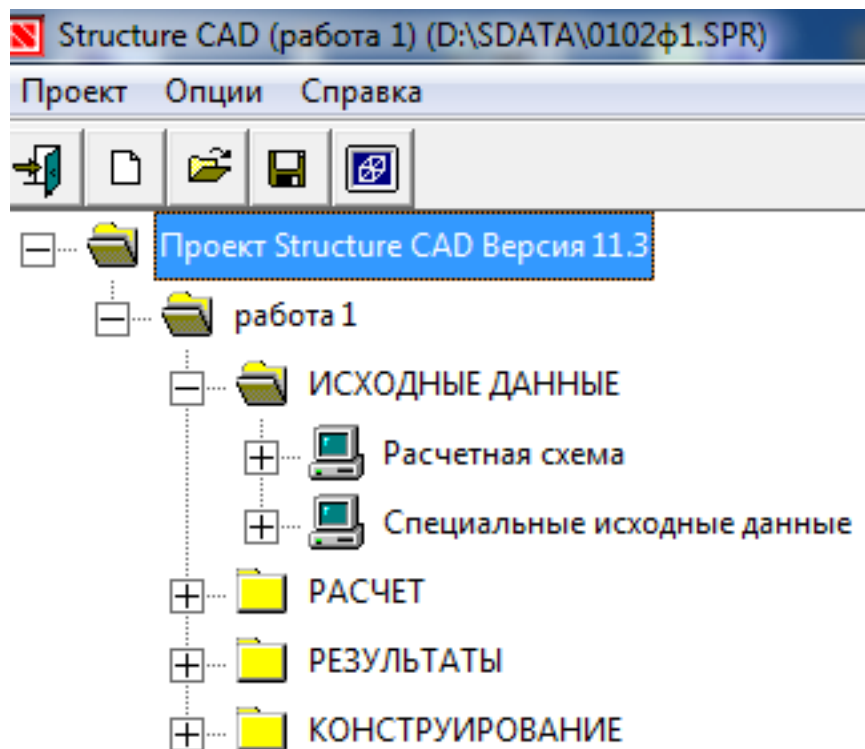
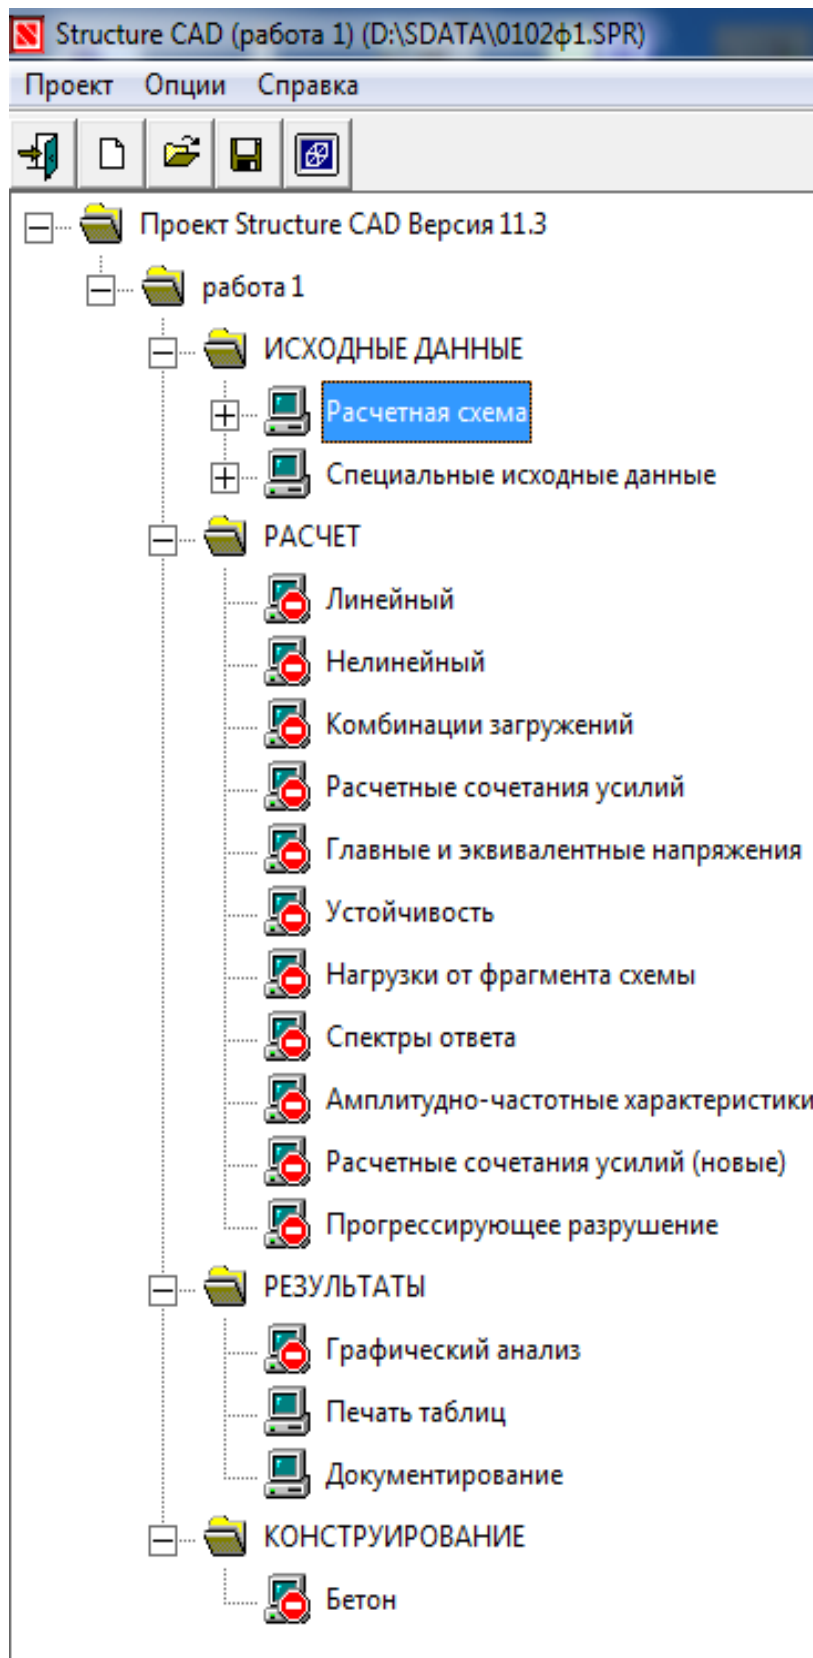

Рисунок 1.5- Дерево проекта
Рисунок 1.6- Дерево проекта SCAD в развернутом виде
Команда «Сохранить» сохраняет новый проект и открывает окно со схемой Дерево проекта (рис. 1.5, рис. 1.6).
12. Чтобы произвести расчет построенной расчетной схемы, необходимо активизировать вкладку **Управление** и выйти в **Дерево проекта** нажатием кнопки  на инструментальной панели. В группе функций раздела **Расчет** следует подвести курсор к позиции **Линейный** и дважды нажать левую кнопку мыши (позиция доступна, если имеет пиктограмму  доступен). В появившемся диалоговом окне **Параметры расчета** можно выбрать характеристики будущего расчета и нажать кнопку ОК. Если позиция **Линейным** имеет вид  (недоступен) (рис.1.6.), это значит, что SCAD выполнить расчет не может, чаще всего из-за полного или
частичного отсутствия начальных данных, вводимых в разделе **Расчетная схема**, (один из раздела второго уровня будет иметь пиктограмму ) (рис. 1.6.).